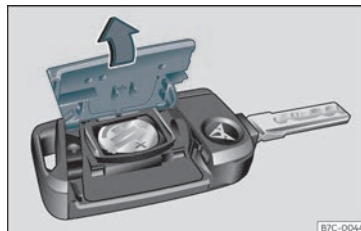

Fig. 72 Chave do veículo: abertura da tampa do compartimento da pilha
- Retire a tampa na parte traseira da chave do veículo»» **Fig. 72** na direção da seta »» ❶.
- Coloque a tampa tal como se mostra »» **Fig. 72** e pressione-a na carcaça da chave do veículo, no sentido contrário ao da seta, até que encaixe.